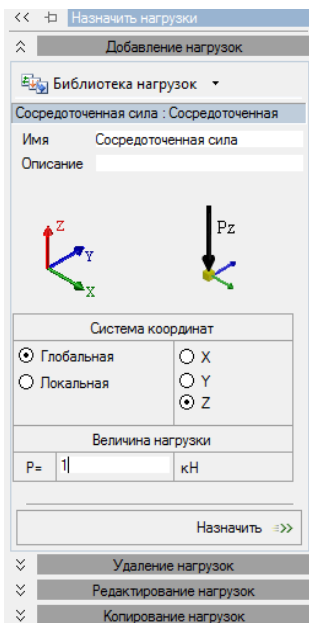
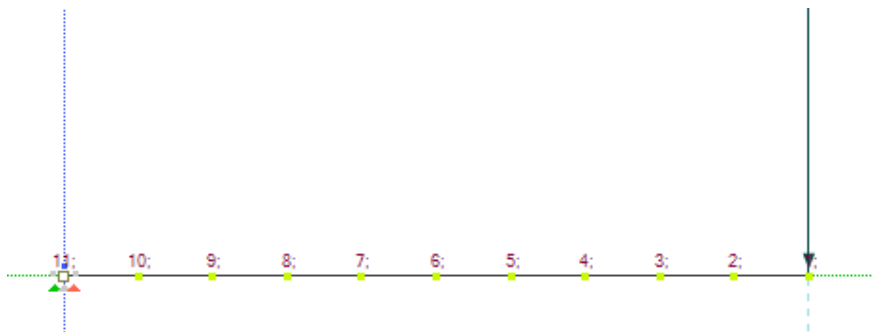

Рис. 36. Панель Назначить нагрузки
Рис. 37. Расчетная схема балки
динат Глобальная, направление — вдоль оси Z) (рис. 36).
- В панели **Сосредоточенная сила** задайте величину силы $P = 1$ кН (рис. 36). Правый узел вновь станет белым, и на экране появится стрелка, изображающая сосредоточенную силу (рис. 37).